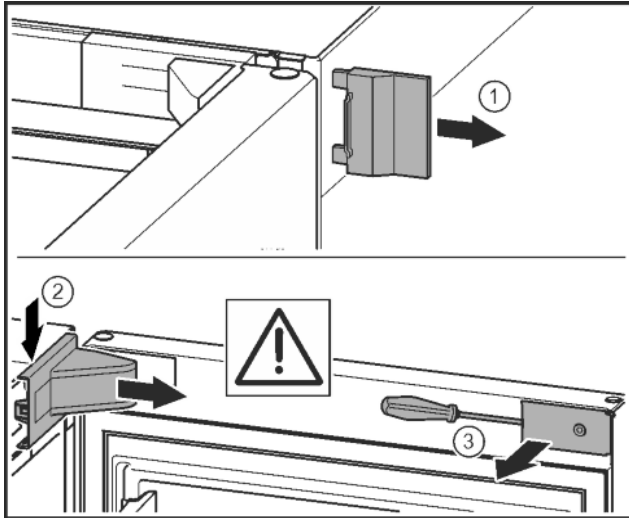

Fig. 9
- ▶ Skinite vanjski pokrov. Fig. 9 (1)
- ▶ Otkopčajte i otpustite pokrov podloška ležaja. Skinite pokrov podloška ležaja. Fig. 9 (2)
- ▶ Odvijačem s prorezom otkopčajte masku i zakrenite je u stranu. Fig. 9 (3)